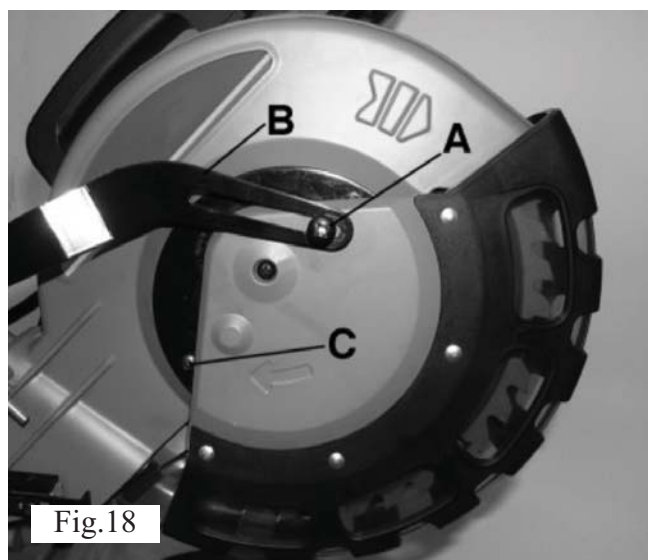

Fig.18
4. Lossa och ta bort den stora skruven (A) fig. 18 och för bort klingskyddets arm (B). Lossa och ta bort skruven (C) som håller skyddsplattan och det nedre klingskyddet i det övre klingskyddet.